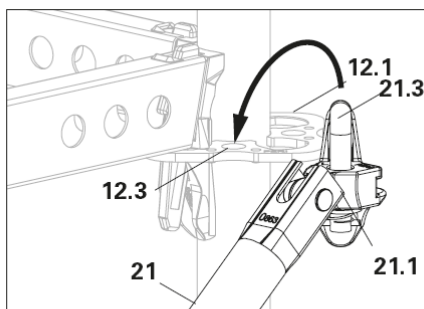

Fig. A4.03a
1. Faire glisser la tête de diagonale (21.1) avec le boulon relevé (21.3) sur la rosette supérieure (12.1). (Fig. A4.03a)